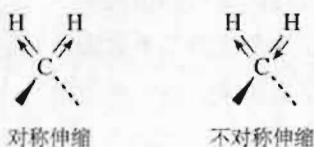

图 1-4 分子伸缩振动示意图
① 伸缩振动 组成化学键的原子沿着键轴发生伸长和缩短的运动，分对称伸缩振动与不对称伸缩振动（如图 1-4），振动时键长变化，键角不变。伸缩振动的振动频率较高。一些化学键（如 C—H 键）和官能团（如 C=O、O—H 等）的伸缩振动频率在 $1\ 600\sim3\ 650\text{ cm}^{-1}$ 范围间，这一区间叫做化学键和官能团的特征频率区。